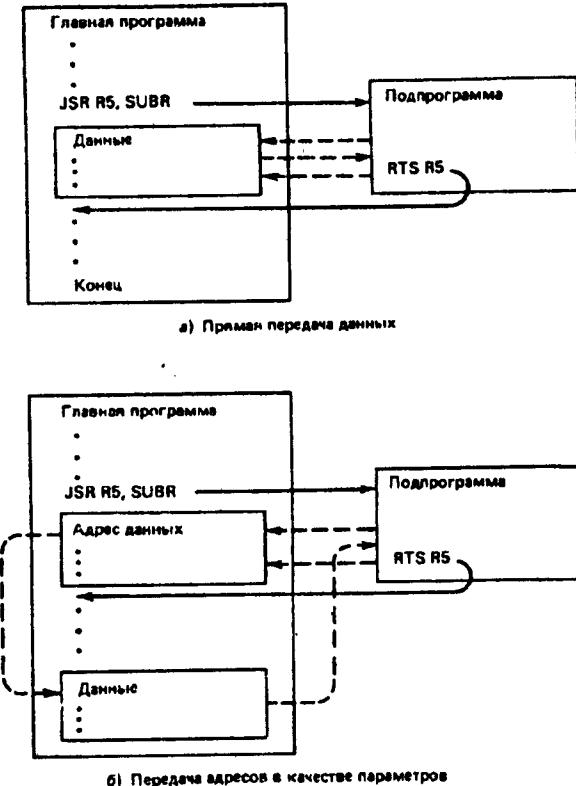

Рис. 1
При использовании этого метода мы должны размещать данные или адреса ячеек, в которых они находятся, непосредственно после команды JSR в главной программе. Тогда ответственность за использование регистра связи (указываемого в команде JSR) для получения данных и возврата результатов лежит на подпрограмме. На рис. 1,а показана ситуация, когда после команды вызова подпрограммы размещаются сами данные, а на рис. 1,б — адреса ячеек, содержащих эти данные. Сплошными линиями на рисунках отмечена передача управления из главной программы в подпрограмму и обратно, а штриховыми — пути передачи данных. Следующие примеры иллюстрируют такой способ передачи параметров (листинги адаптированы редакцией к стандарту ассемблер-транслятора M18 для БК).
Давайте сравним алгоритм работы программы с показанным на рис. 1,а (предположим, что вызывающая команда JSR расположена по адресу 2000).
Сплошная линия на рис. 1,а показывает переход к выполнению первой по счету команды подпрограммы, причем (R5) указывает на первый элемент данных — число 3.
2. Первая команда подпрограммы осуществляет операцию $3 \rightarrow R0$ (штриховая линия на рис. 1,а), а значение в регистре R5 увеличивается на 2. Теперь он указывает на второй элемент данных — число 4.